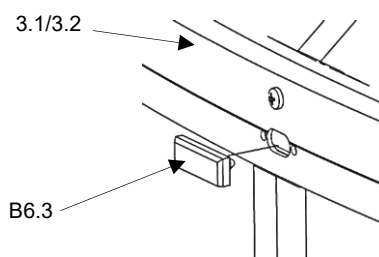

Abb.66
- Entwässerungskappen (**B6.3**) in den Bohrungen der Traufprofilen (**3.1/3.2**) positionieren. (Abb.66)